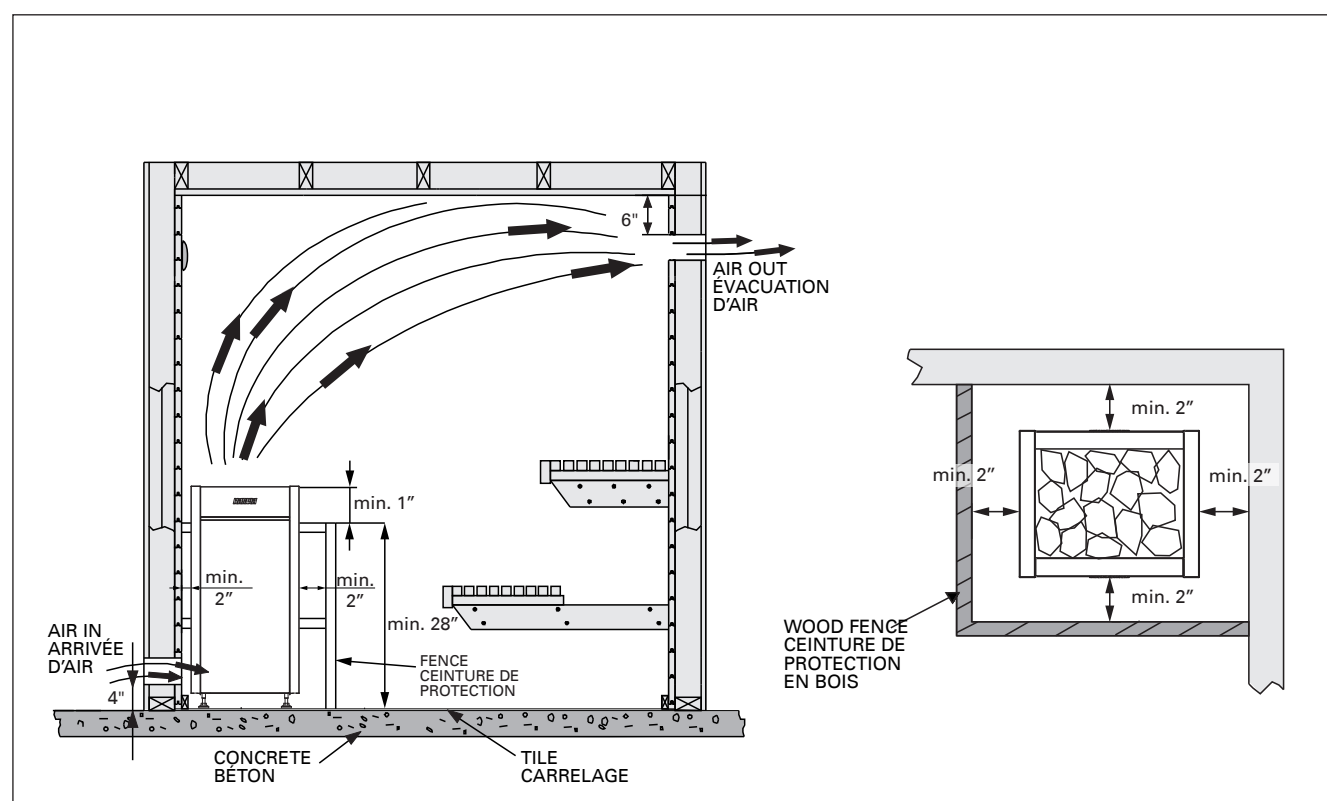

Figure 4. Ventilation de la cabine de sauna et dégagements min. entre la paroi et la ceinture de protection
située près du poêle à 4" (100 mm) du plancher et une bouche d'aération haute située sur la paroi opposée (si possible) à 6" (150 mm) du plafond ou à une hauteur minimale de 24" (600 mm) du plancher. Les bouches d'aération doivent être réglables et permettre de renouveler l'air 5 fois par heure. Le sauna doit être équipé du système d'aération requis par les autorités locales. Figure 4.
Les distances de sécurité minimales sont décrites sur la figure 4 et 5.
- Sortez le poêle du carton et posez-le à un emplacement approprié dans la cabine du sauna. Respectez les dégagements indiqués dans les figures 4 et 5.